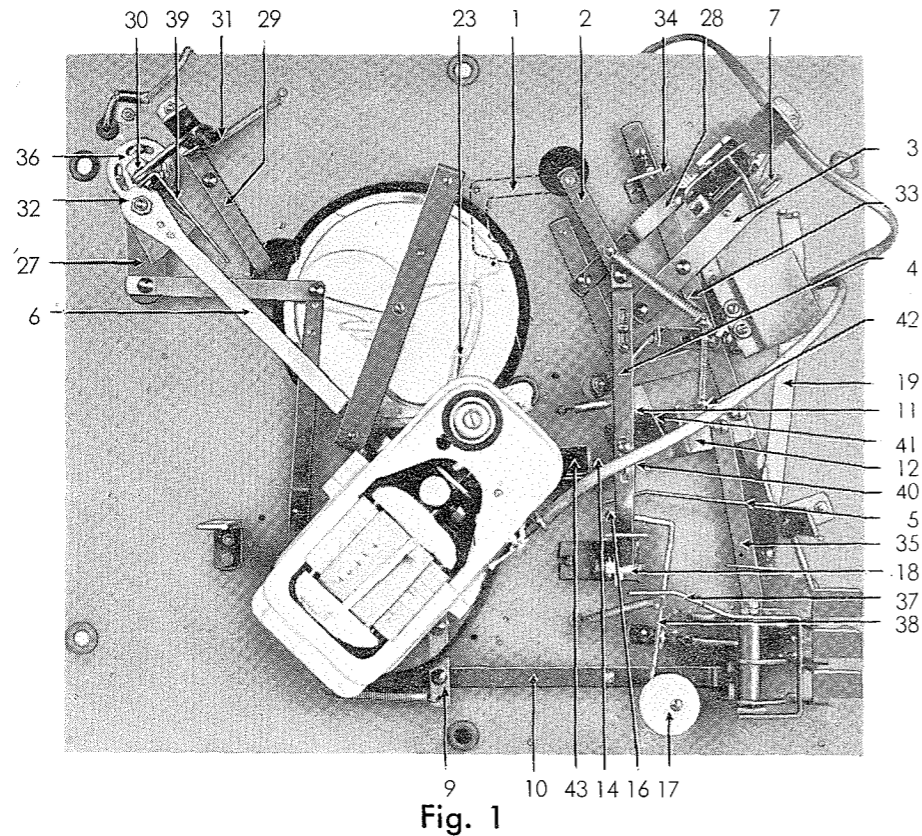

Fig. 1
2. Strömbrytaren slår ej till. Fig. 1.
3. Skivbytare stoppar ej efter sista skivan. Fig. 1.
4. Justering av repeteringsmekanismen. Fig. 1.
5. Repetering av sista skivan fungerar ej. Fig. 1.
6. Justering av manuella stoppet. Fig. 1.
7. Justering av pausmekanismen. Fig. 1.
8. Justering av nålmikrofon-armens rörelser. Fig. 1.
9. Justering av utlösningmekanismen. Fig. 1.